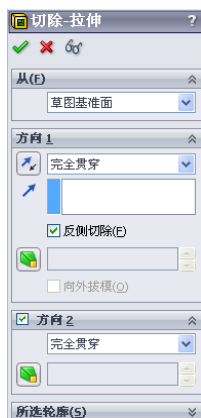
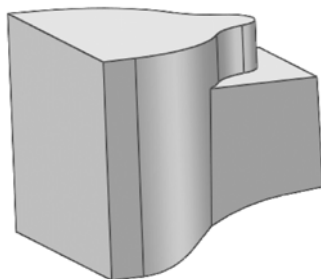

图 6-94 “切除-拉伸”属性管理器
图 6-95 切除结果
(9) 切除把手。选择菜单栏中的“插入”→“切除”→“拉伸”命令，或者单击“特征”工具栏中的（切除-拉伸）按钮，此时系统弹出“切除-拉伸”属性管理器。设置方向 1 和方向 2 的终止条件为“完全贯穿”，勾选“反侧切除”复选框，如图 6-94 所示。然后单击属性管理器中的（确定）按钮，结果如图 6-95 所示。